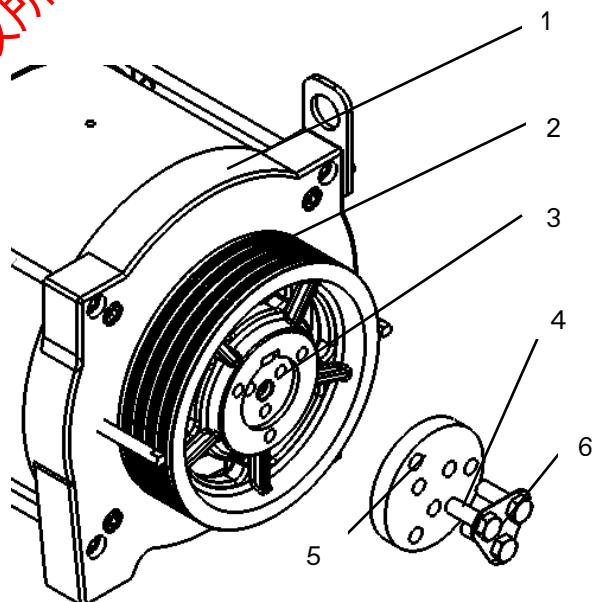

图 8-7 施工机安装示意图
- 如图 8-7 所示，将新施工机 2 安装在主轴 3 上，外六角螺栓 4 涂抹螺纹固定胶（乐泰 243），用外六角螺栓 4 通过施工机挡板 5、锁紧垫片 6 的安装孔锁在主轴 3 上，慢慢同步拧紧三个外六角螺栓 4，拧紧力矩 44N.m。